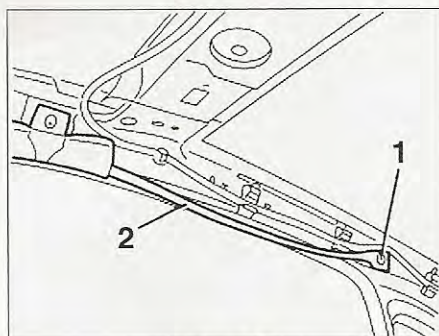

FIG. 18
- Taladrar el remache (1) del tirante de airbag (2) (fig. 18).